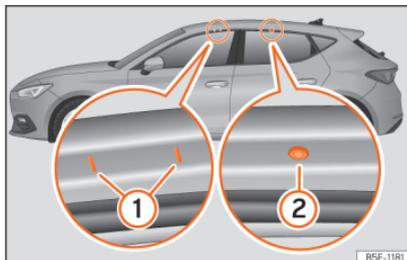

Abb. 143 Befestigungspunkte der Längsträger für den Dachgepäckträger (Leon).
Die vorderen und hinteren Befestigungspunkte ① und ② sind nur bei geöffneten Türen sichtbar » **Abb. 143.**